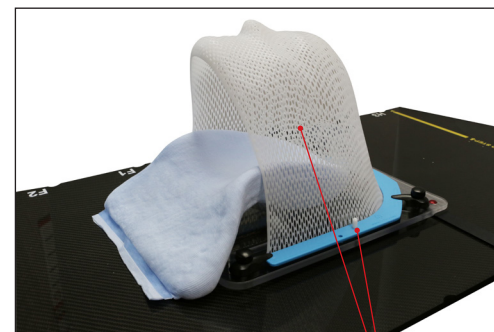

Fig. 3
1. Posizionare la maschera sul paziente, allineando i 2 perni sulla testiera con i fori di attacco sulla maschera (Fig. 3).